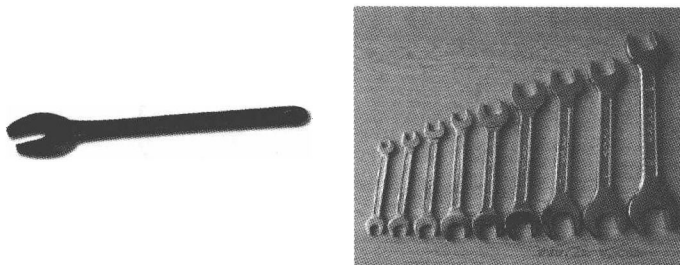

图 1-15 单头呆扳手、双头呆扳手
(1) 呆扳手 呆扳手也称开口扳手,其结构如图 1-15 所示。此类扳手的末端有 U 形开口,方便握紧螺栓或螺母的两个边。它有单头和双头两种,较常用的是双头,每头的开口有不同大小。